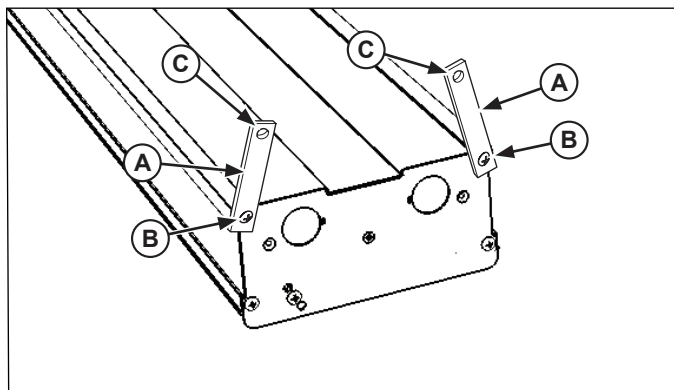

Figure 4. Installation suspendue par chaîne.
1. L'appareil est expédié avec des pattes de fixation (A) à chaque extrémité de l'appareil. Pour les appareils de plus de 72 po (183 cm), trois (3) points de fixation minimum comprenant les deux extrémités et le centre de l'appareil doivent être utilisés. (Figure 4).
2. Desserrez les vis (B) qui fixent les pattes en position mais ne les enlevez pas. Tournez les pattes (A) pour les redresser et attachez la chaîne aux trous (C). La chaîne doit soutenir uniformément chaque côté de chaque extrémité de l'appareil.
5. Serrez les vis (B) pour fixer les pattes.